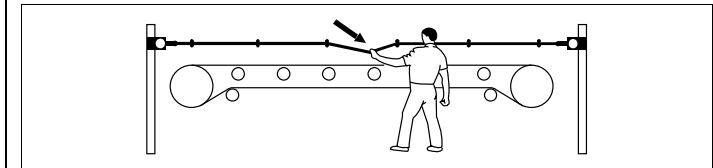

Abb. 11: Funktionstest
- Funktionstest entsprechend Betriebsanleitung i110RP oder i150RP durchführen (Abb. 11).